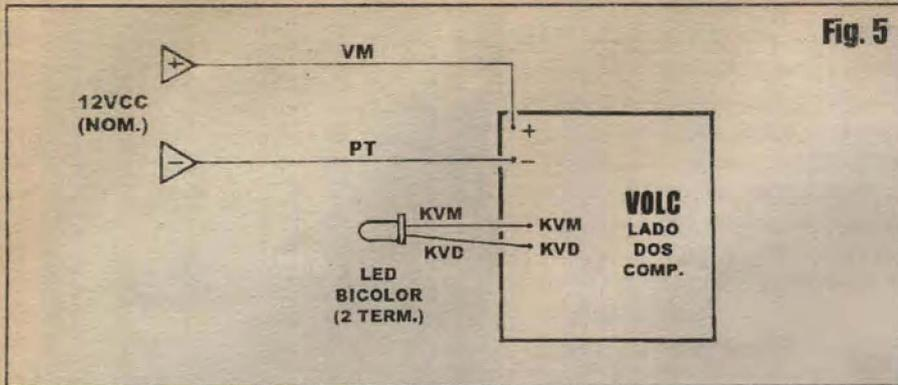

Fig. 4
- **FIG. 4 - DETALHANDO O LED VAI-VEM...** - Conforme se vê na figura, o mencionado LED bicolor *vai-vem*, de dois terminais, externamente nada difere dos LEDs convencionais, de cor única e de *mão única* (quanto à corrente de acionamento...). Na verdade, dentro do encapsulamento convencional, o componente tem duas pastilhas ou junções PN emissoras de luz (uma gerando luz verde,